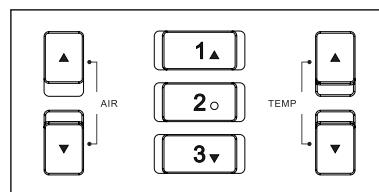

Рис. 1-6
1. Открытие быстрой настройки температуры: чтобы быстро открыть настройки температуры и наддува, нажмите кнопку 1, 2 или 3 (рис. 1-6) при работе.